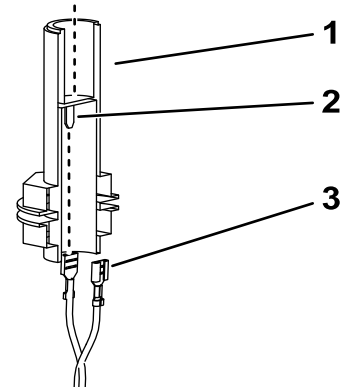

Bild 9
4. Schließen Sie die freien Anschlüsse am Kabelbaum der Rundumleuchte an die Kabelschuhe der Rundumleuchtenfassung an (Bild 9).